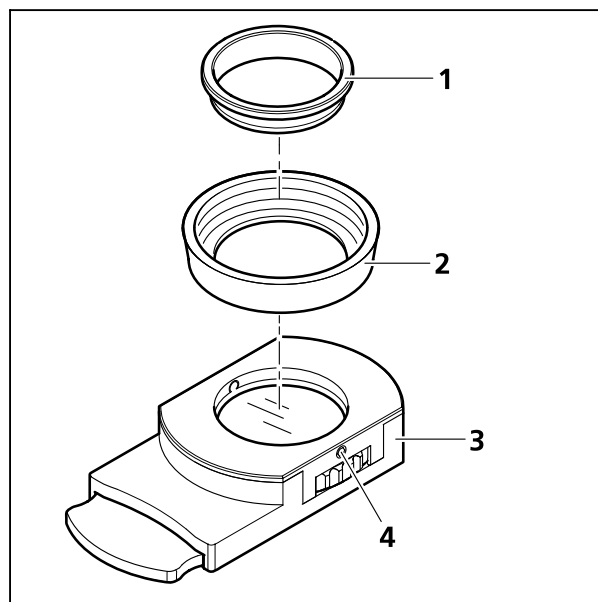

Рисунок 10 Вставление защитного колпака в задвижку
- Повернуть нижнюю сторону задвижки (Рисунок 10/3) вверх. Ослабить зажимный винт (Рисунок 10/4) удерживающего кольца и снять удерживающее кольцо (Рисунок 10/1) вверх.
- Вложить защитный колпак (Рисунок 10/2) в задвижку верхней стороной вниз (Рисунок 10/3).
- Вложить удерживающее кольцо (Рисунок 10/1) в задвижку и зафиксировать его с помощью зажимного винта (Рисунок 10/4).